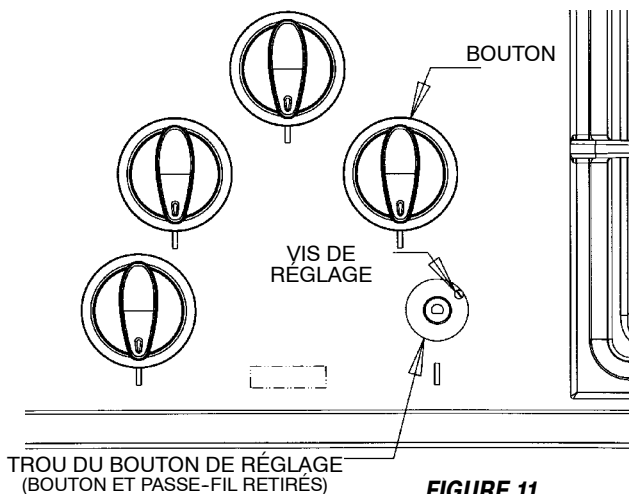

FIGURE 11
C. RÉGLAGE DE LA FLAMME À FEU DOUX (Voir figure 11).
3. Repérer la vis de réglage du bouton de commande. Voir la figure 11.
4. Repérer la vis de réglage du bouton de commande. Voir la figure 11.